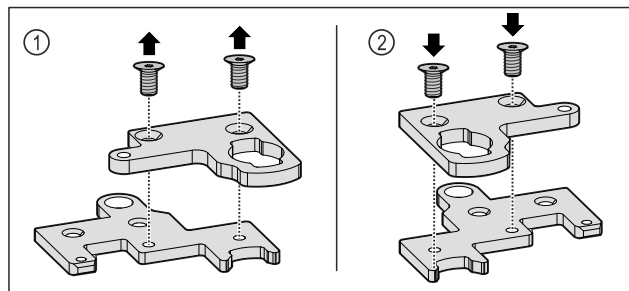

Fig. 35
- Demontujte dvojdielny uholník závesu. Fig. 35 (1)
- Opäť namontujte dvojdielny uholník závesu otočený o 180°. Fig. 35 (2)